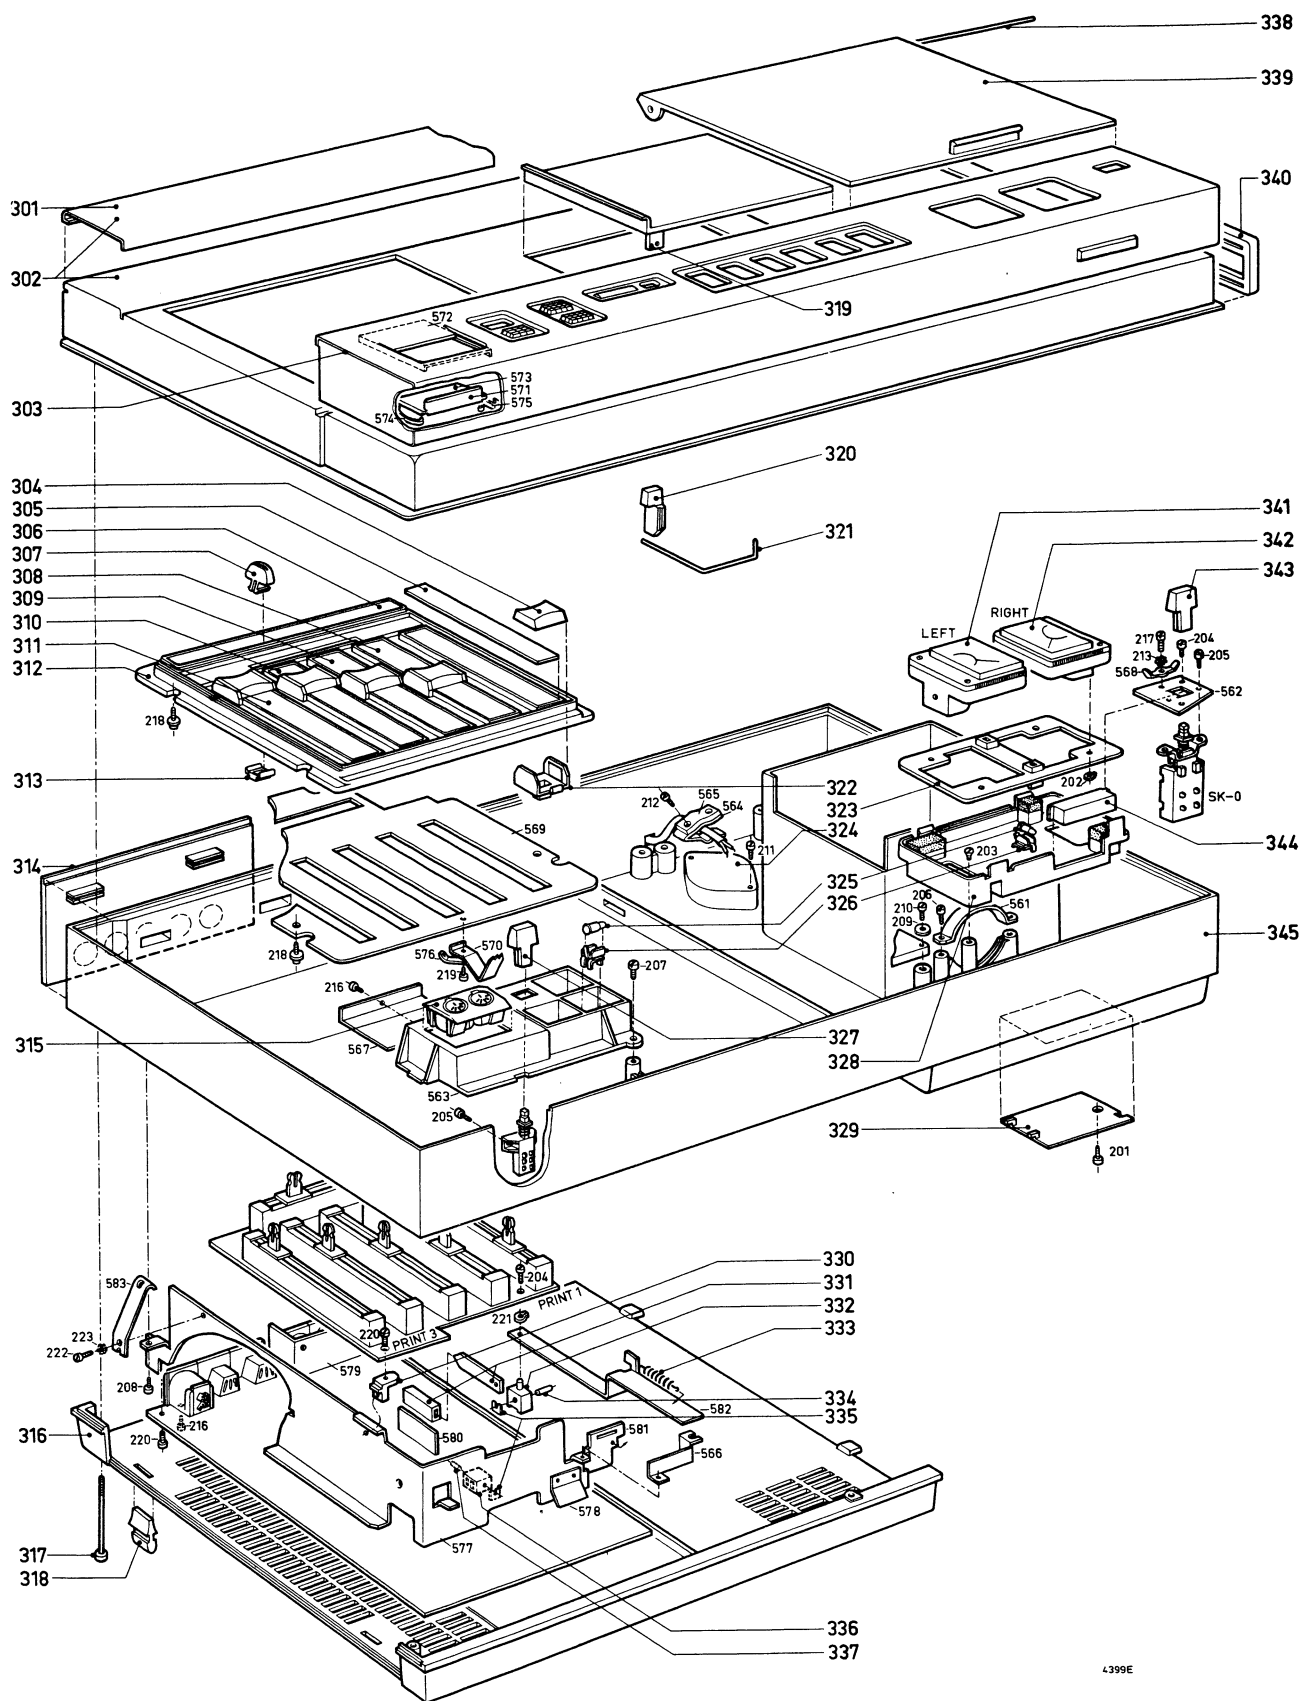

Fig. 1
A. Ohne Ausbau des Geräts; Abb. 1.
B. Teile, bei denen das Gerät ausgebaut werden muss, Abb. 1
6. Spulenteller Abb. 1.
- Die Stromversorgungsleiterplatte ist zugänglich, wenn die Indikatoren und die Halter 328 entfernt sind (Abb. 1)